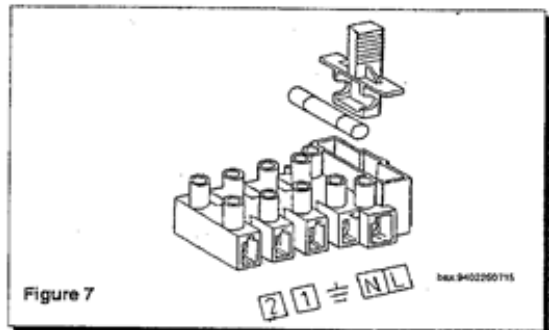

Figure 7
- accéder au bornier d'alimentation (figure 7) selon la description du chapitre précédent;
- enlever le shunt présent sur les bornes (1) et (2);